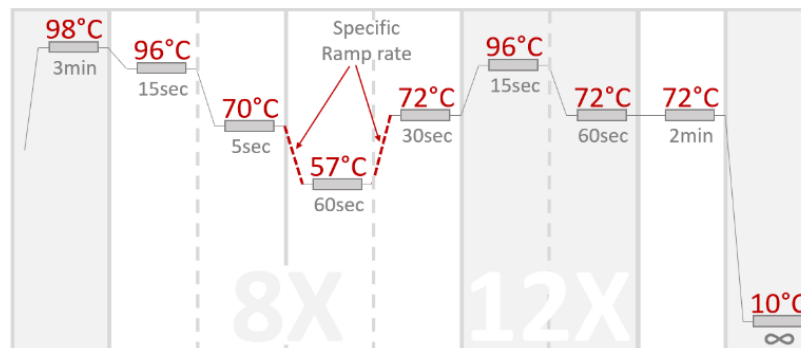

FIGURA 2. VISTA GRÁFICA DEL PCR CYCLING PROTOCOL
- El protocolo general de ciclado de PCR se ilustra en la Figura 2.